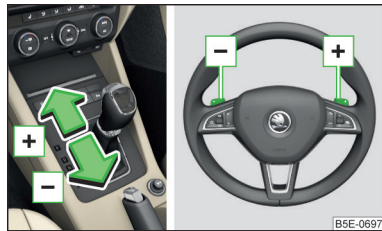

Fig. 248
- Pour **commuter**, tirez brièvement l'un des boutons à bascule / vers le volant » fig. 248.
- Pour passer la **vitesse supérieure**, touchez ou tirez brièvement le bouton à bascule vers le volant » fig. 248.
- Pour passer la **vitesse inférieure**, touchez ou tirez brièvement le bouton à bascule vers le volant » fig. 248.